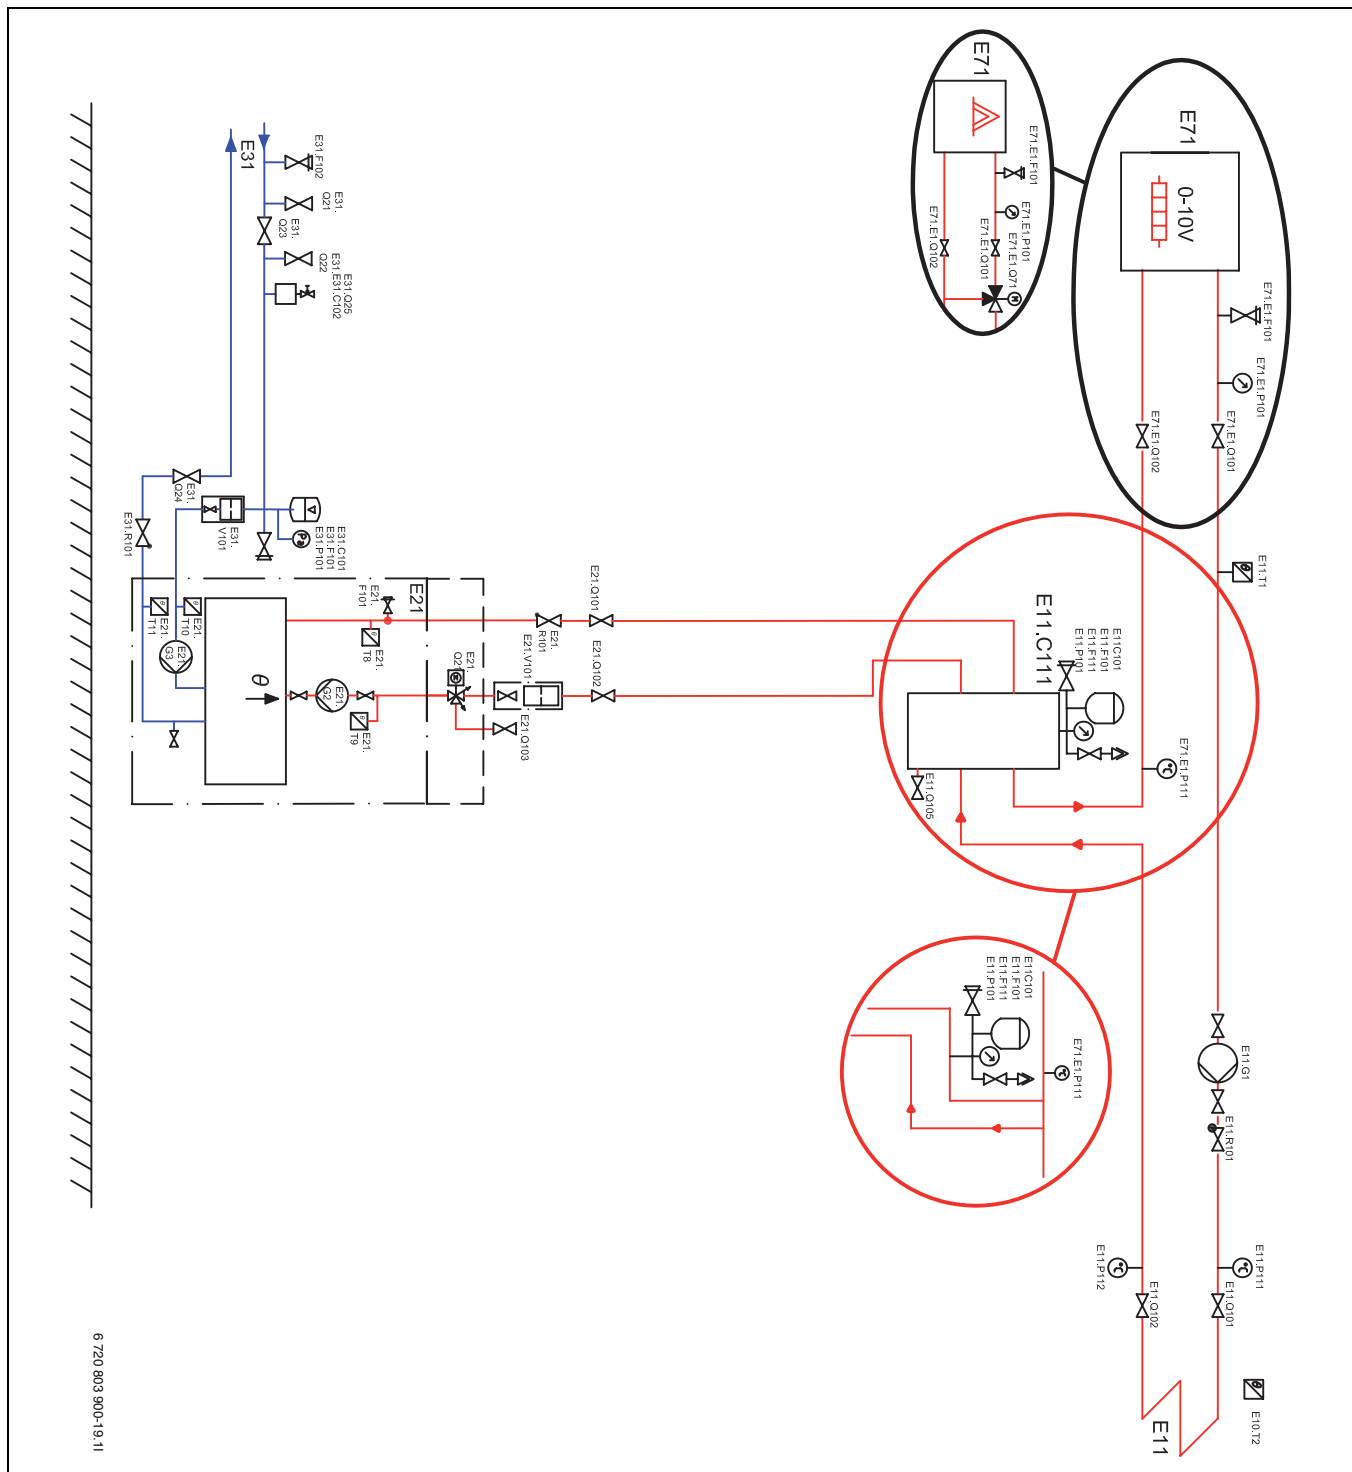

Bild 10 System utan varmvatten
8.2.1 System utan varmvatten (→ Bild 10)